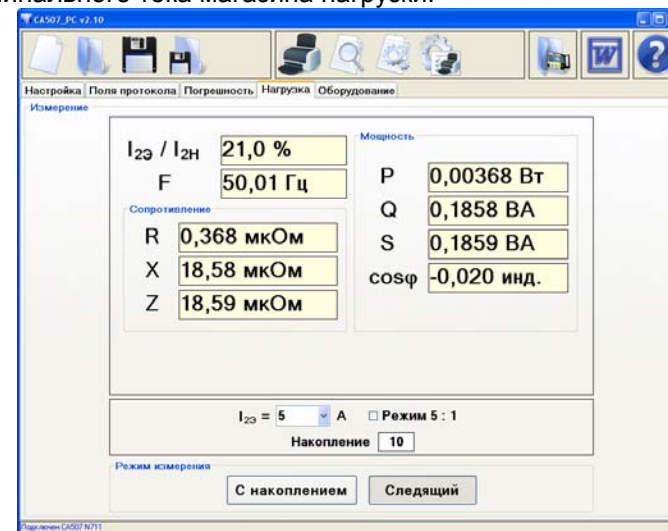

Рисунок 2.13
1) Для подготовки к измерению щелкнуть по вкладке "Нагрузка". Установить значение номинальной силы вторичного тока ТТ эталонного I_{2H} (рисунок 2.13), для чего в поле " I_{2H} " выбрать значение из списка или ввести с помощью клавиатуры. Если выполняется измерение характеристик магазинов нагрузок, то в поле " I_{2H} " следует вводить значение номинального тока магазина нагрузок.